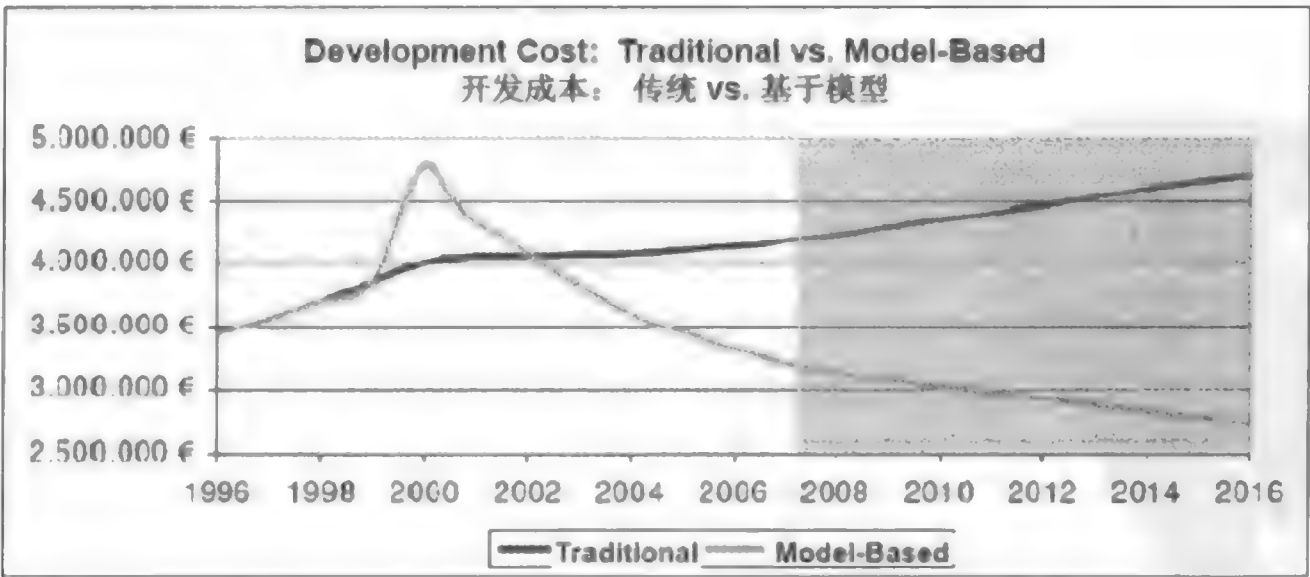

图 9.2.4 开发成本比较
(3) 大大缩短开发周期与降低开发成本。Arthur D. Little 公司的调研项目显示,使用基于模型的设计,其开发成本大大低于传统的开发方式。随着时光的流逝,基于模型设计的优势将更加明显,如图 9.2.4 所示。